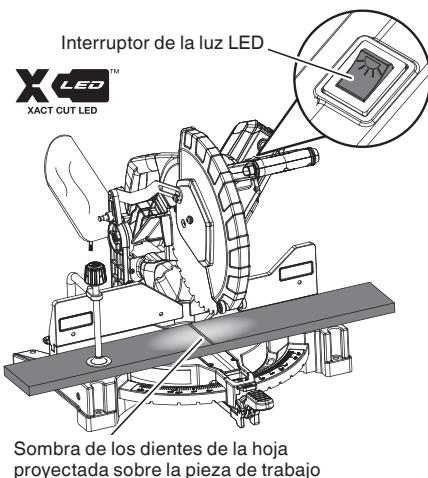

Fig. 15
- (1) Desbloquee la mesa giratoria levantando la empuñadura de bloqueo de inglete.
- (2) Presione hacia abajo el botón de bloqueo de parada en positivo y presione el botón de anulación de detención de inglete. Luego, libere el botón de bloqueo de parada en positivo mientras presiona la anulación de detención de inglete. La anulación de inglete ya está activada.
- (3) Gire la mesa giratoria hasta el ángulo deseado, fije la mesa giratoria en el ángulo deseado presionando la empuñadura de bloqueo de inglete.
- (4) Para desacoplar el botón de anulación de detención de inglete, presione hacia abajo de nuevo en el botón de parada en positivo.
11. Sistema de iluminación LED (Fig. 15) [XACT CUT LED™]